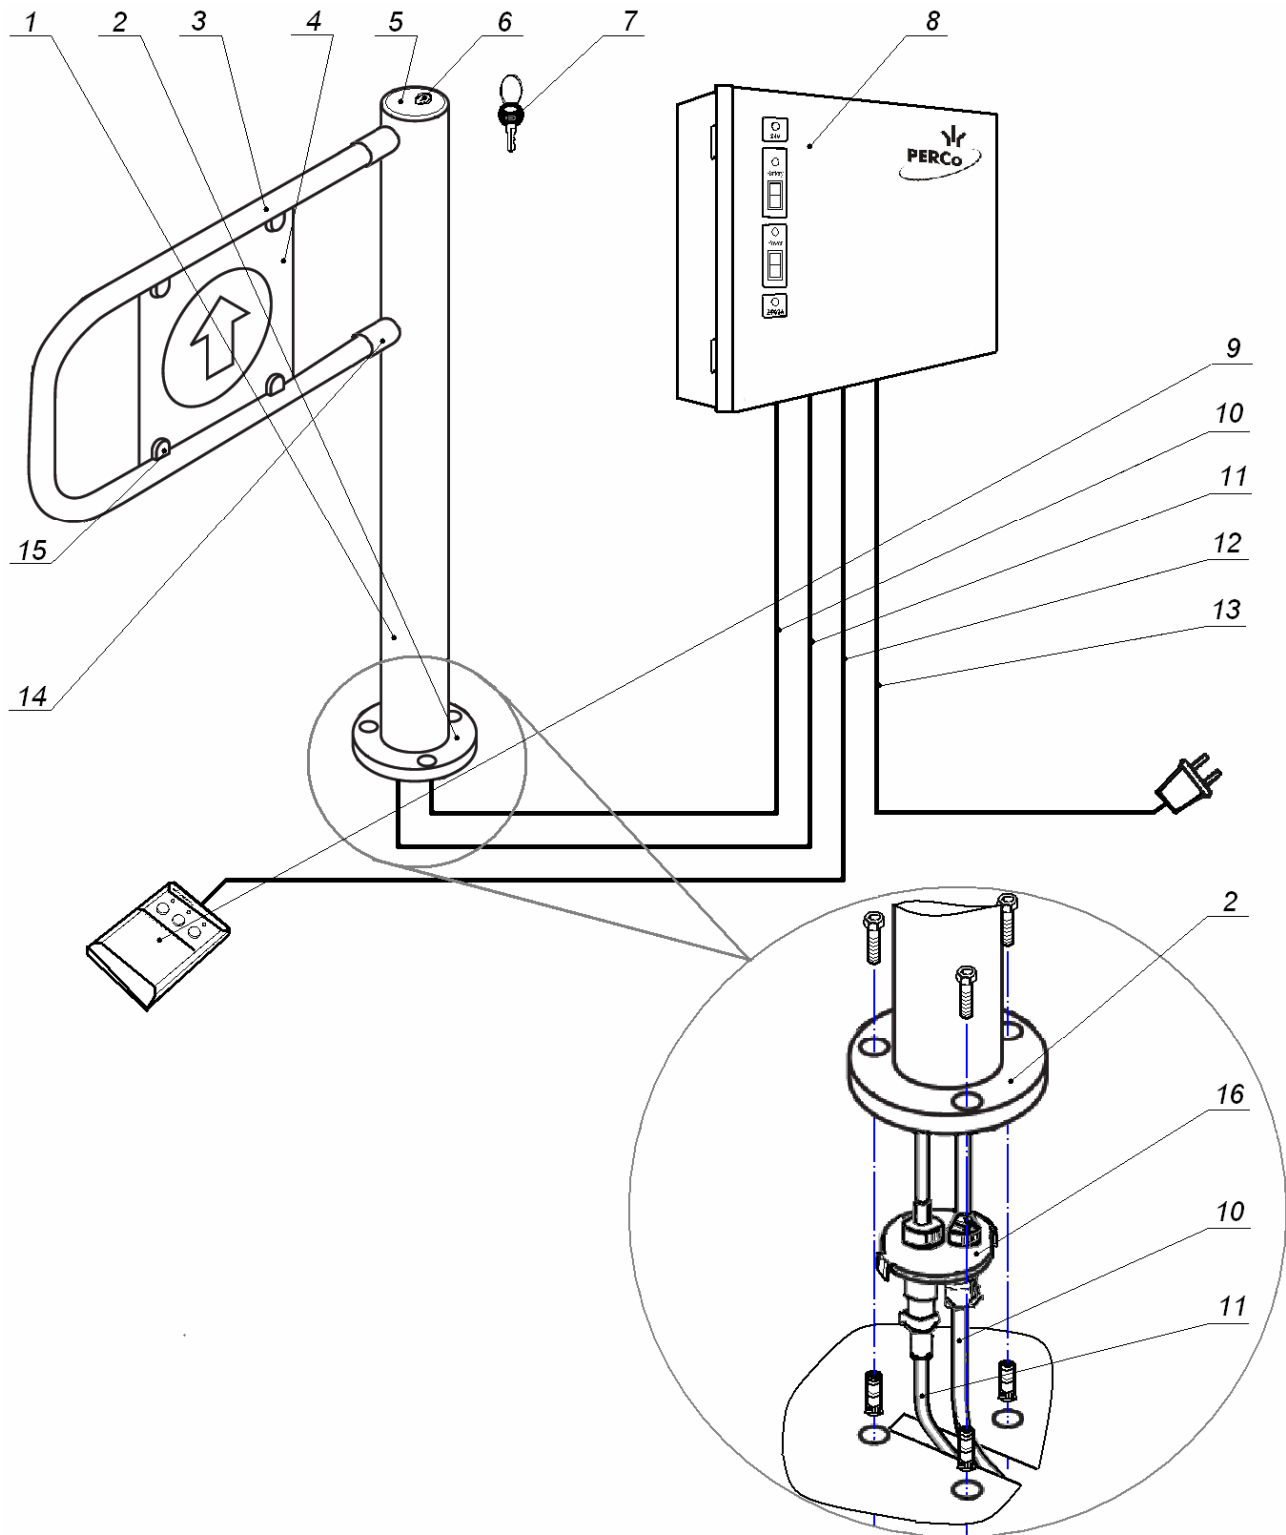

Abbildung 2. Gesamtansicht der Schwenktür
Die allgemeine Aussicht der Schwenktür ist auf der Abb. 2 gezeigt. Die Positionsnummern der Knoten und Elementen im Text dieser Bedienungsanleitung sind entsprechend der Abb. 2, angegeben, wenn es keinen Hinweis auf die andere Abbildung gibt.
Für die mechanische Deblockierung der Schwenktür muss man den Schlüssel des Schlosses der mechanischen Deblockierung (7) (siehe. Abb. 2) ins Schloss (6) hineinstecken, es um 90° im Uhrzeigersinn drehen. Danach kann man der Sperrflügel frei offen in beiden Seiten.
- Das Etikett ist innerhalb der Drehsäule unter dem Deckel (5) gelegen (siehe die Abb. 2). Für den Zugang auf das Etikett muss man den Deckel der Drehsäule abnehmen, im Oberteil der Drehsäule 3 Einstellschrauben abgewandt.